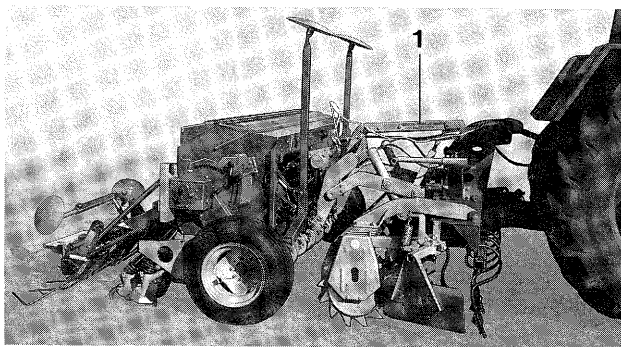

Fig. 3
- Le semoir (fig. 3) est attelé au VIBRAZONE AMAZONE par l'intermédiaire d'un cadre d'attelage. Dans le cas d'une combinaison outil de préparation de sol avec semoir, lorsque la puissance de relevage du tracteur est insuffisante pour soulever la combinaison d'outils en fin de rayage ou pour le transport, il est possible de réduire de 1/3 environ la puissance de relevage nécessaire en employant le relevage hydraulique "Portacourt" (fig. 3/1). Deux vérins hydrauliques soulèvent le semoir par-dessus le rouleau-packer au moyen d'un cadre. L'ensemble de la combinaison peut alors être soulevée par les bras inférieurs du relevage en ne demandant qu'un effort réduit.